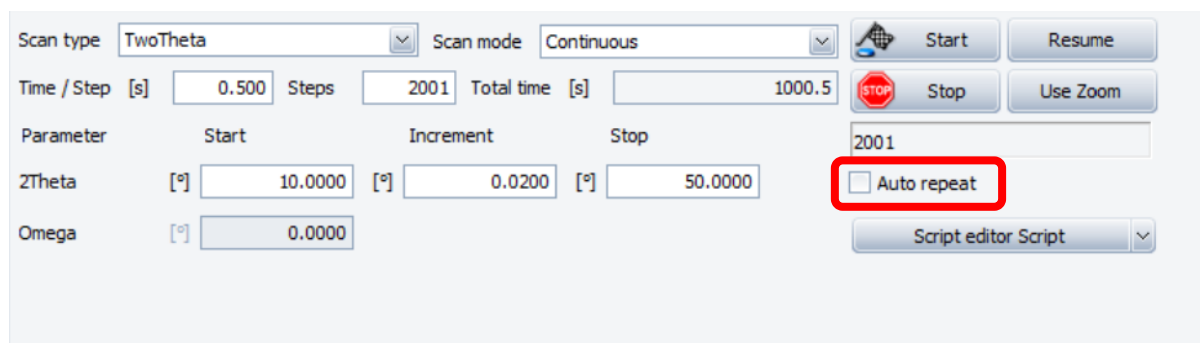

图 6-23 薄膜样品 GIXRD 扫描参数
6.9.4.3 扫描参数: Scan type: TwoTheta, Scan range: 10 ~ 50°, Step size: 0.02°/step, Time/Step: 0.5s/step (图 6-23)。如果扫描谱图出峰特别弱, 那么勾上图 6-23 中的 Auto repeat, 直至扫到所需的峰强度, 然后在结束之前 auto repeat 去勾, 扫描结束后保存数据。
6.9.5.2 扫描参数：Scan type: TwoTheta, Scan range: $10 \sim 50^\circ$, Step size: $0.02^\circ/\text{step}$, Time/Step: $0.5\text{s}/\text{step}$ 。如果扫描谱图出峰特别弱，那么勾上图 6-23 中的 Auto repeat，直至扫到所需的峰强度，然后在结束之前 Auto repeat 去勾，扫描结束后保存数据。
6.10.3.2 扫描参数: Scan type: 2Theta-Omega, Scan range: 10 ~ 50°, Step size: 0.02°/step, Time/Step: 0.5s/step。如果扫描谱图出峰特别弱, 那么勾上图 6-23 中的 Auto repeat, 直至扫到所需的峰强度, 然后在结束之前 Auto repeat 去勾, 扫描结束后保存数据。